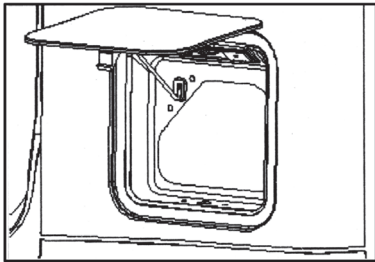

рисунок 5
3. Открыть капот инструментального ящика, подкос на капоте медленно выкатывается с квадратной дыры, тогда конец подкоса закатает на квадратной дыры, открытие будет осуществляется.(см.рисунок 5)